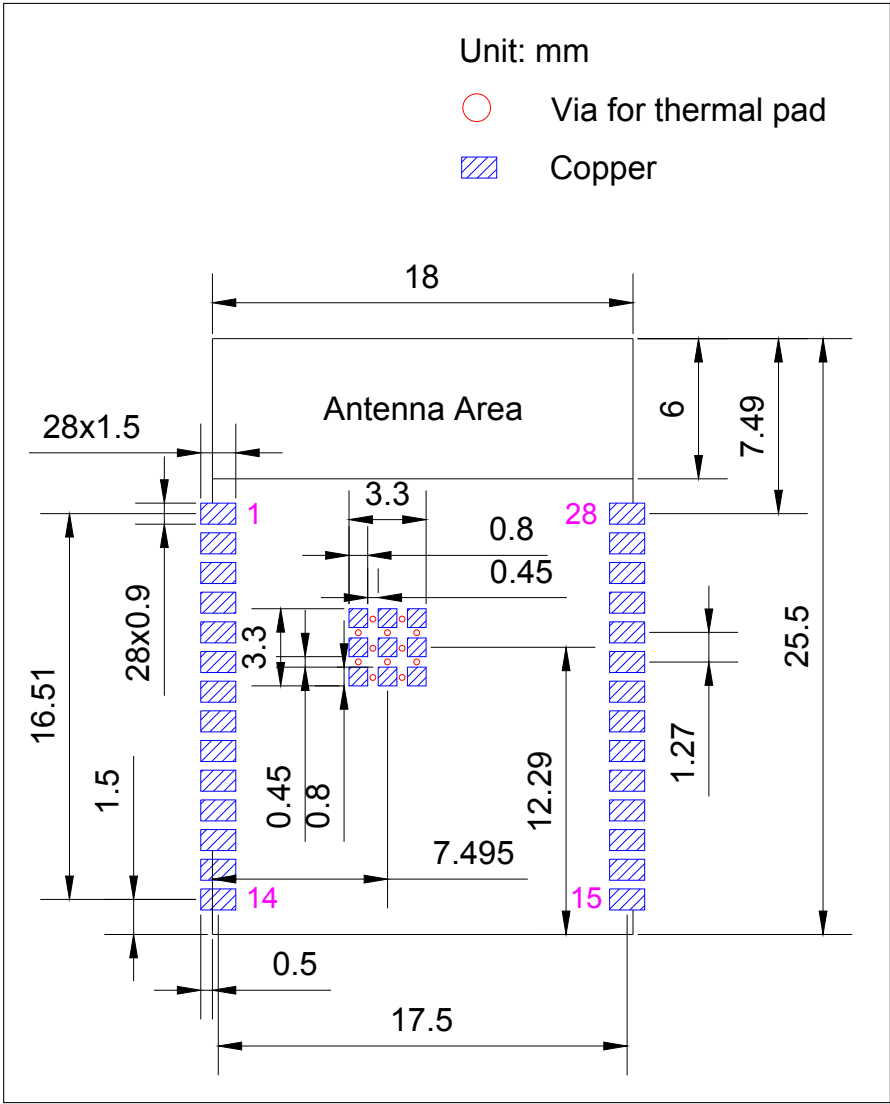
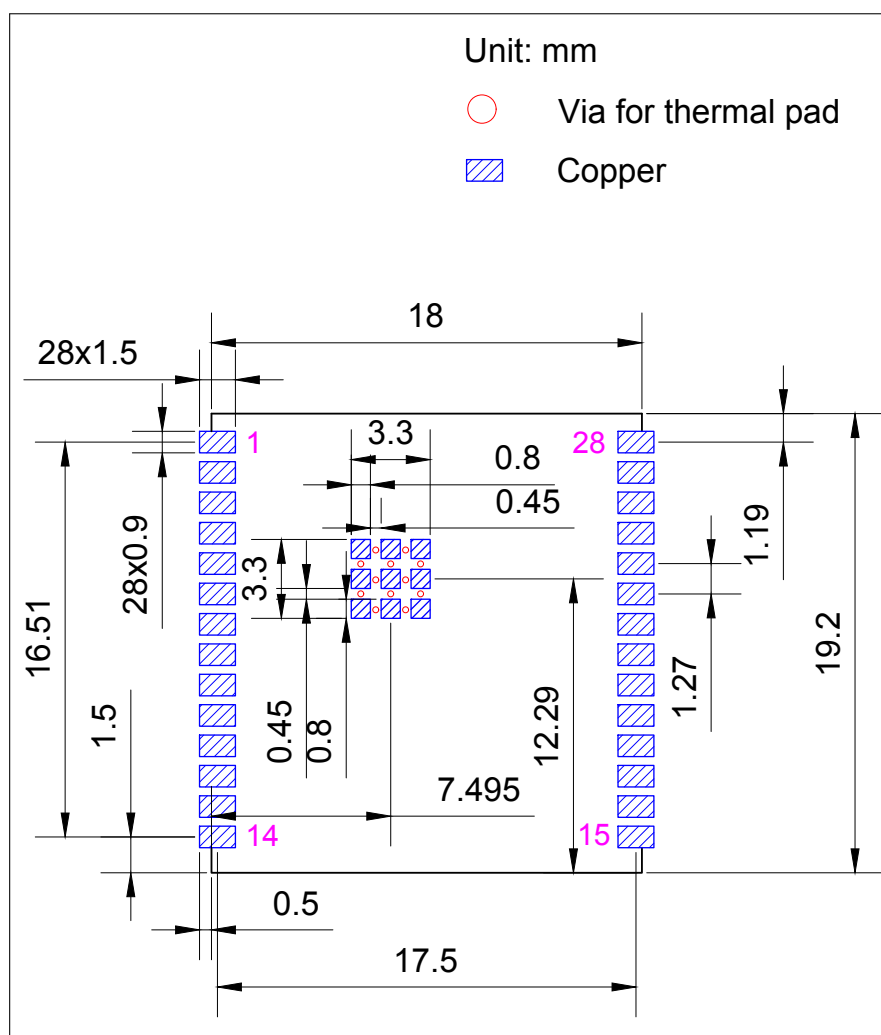

图 10: ESP32-C6-WROOM-1 推荐 PCB 封装图形
图 11: ESP32-C6-WROOM-1U 推荐 PCB 封装图形
- 推荐 PCB 封装图，标有 PCB 设计所需的全部尺寸。详见图 10 *ESP32-C6-WROOM-1 推荐 PCB 封装图形* 和图 11 *ESP32-C6-WROOM-1U 推荐 PCB 封装图形*。
- 推荐 PCB 封装图的源文件，用于测量图 10。您可用 Autodesk Viewer 查看 ESP32-C6-WROOM-1 的封装图源文件。